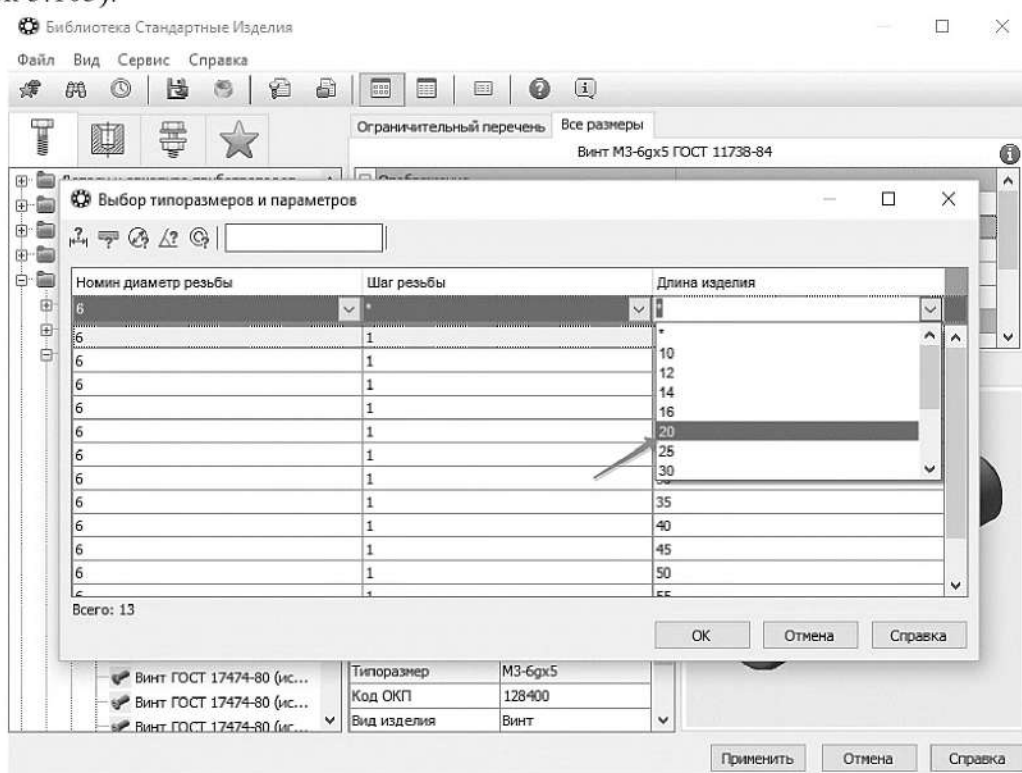

Рисунок 3.103. Выбор длины Винта
10.2.6 Затем раскройте список Длина изделия и укажите значение 20 мм (рисунок 3.103).